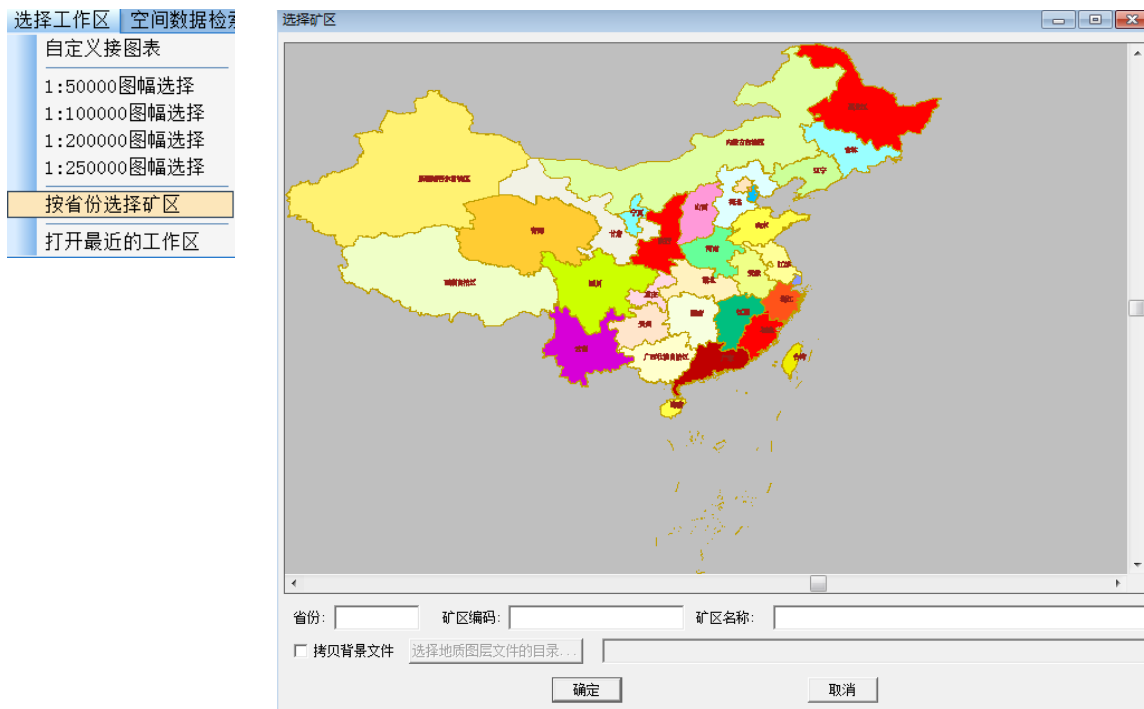

图 5
2. 选择菜单“选择工作区”→“按省份选择矿区”（见图 5）；